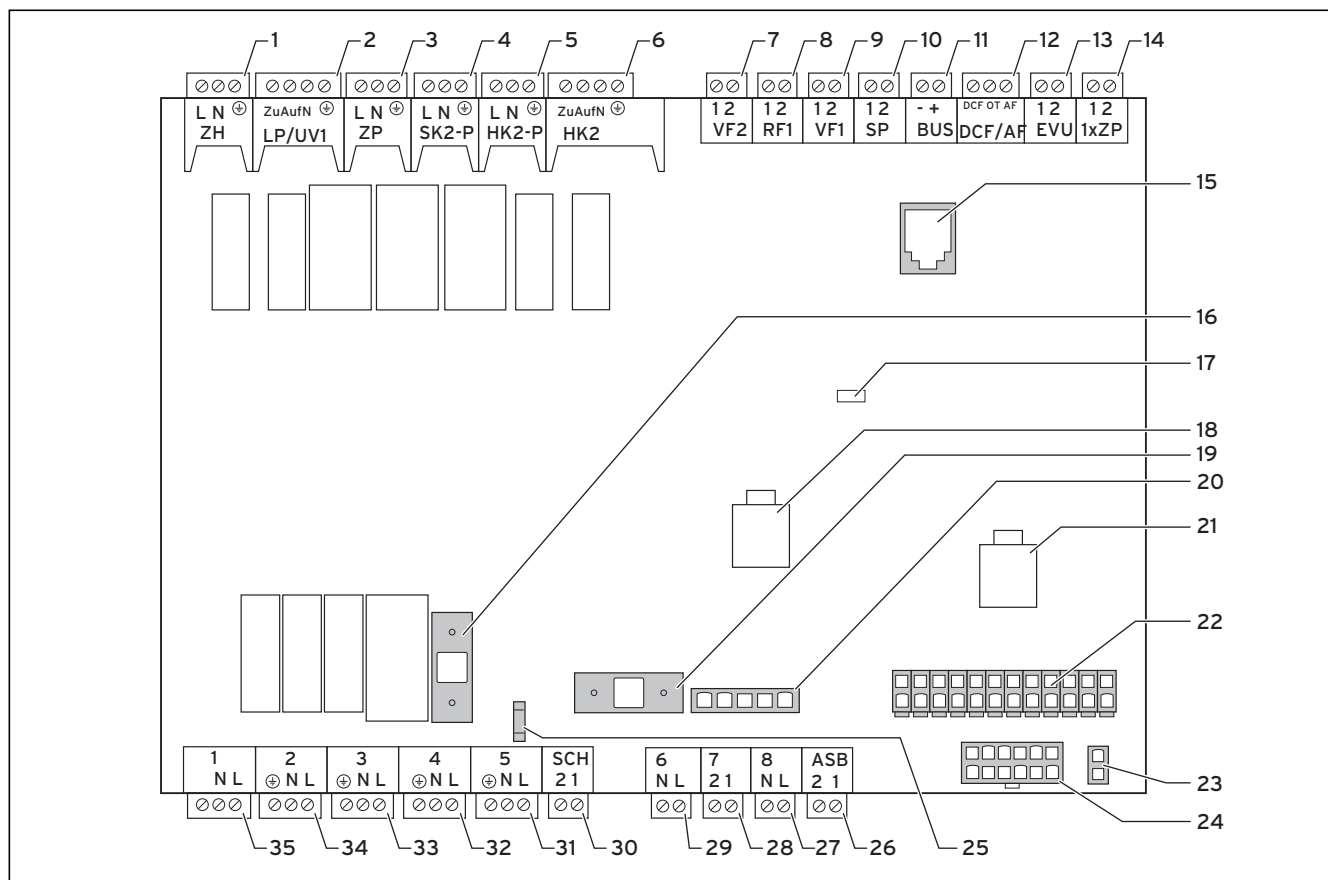

Abb. 7.9 Reglerplatine
- Schließen Sie die permanente Stromversorgung an die Netzeinspeisung Normaltarif an (2).
- Schließen Sie die Niedertarif-Stromversorgung an die Netzeinspeisung Niedertarif an (1).
- Schließen Sie den Kontakt des Rundsteuersignalempfängers an Klemme 13 „EVU“ (Energieversorgungsunternehmen) an (→ Abb. 7.9).
- Schließen Sie den Kontakt des Rundsteuersignal-Empfängers an Klemme 13 „EVU“ (Energieversorgungsunternehmen) an (→ **Abb. 7.9**).
Legende zu Abb. 7.9
- Installieren Sie die Standardfühler VR 10 entsprechend den Anforderungen des Regelschemas und schließen Sie sie an den jeweiligen Klemmen der Reglerplatine an (→ **Abb. 7.9**).
- Schließen Sie die externe Heizkreispumpe an Klemme HK2-P an (→ **Abb. 7.9, Pos. 5**).